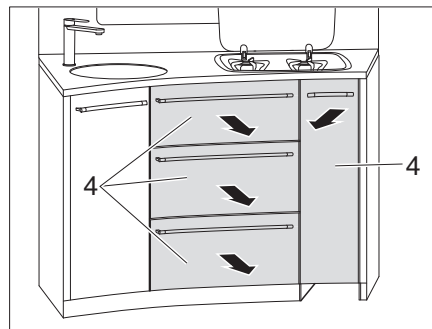

Fig. 128 Extraer los cajones de la cocina
- Extraer los cajones de la cocina (Fig. 128,4).